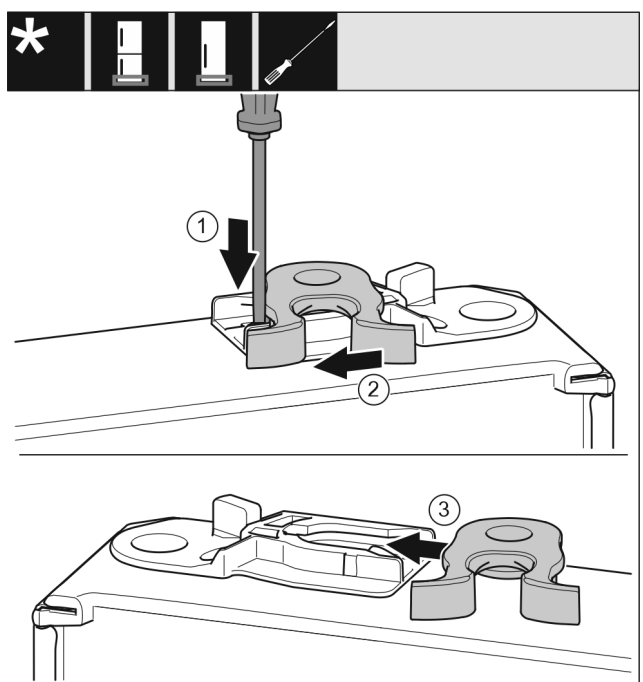

Fig. 17
- Plochým skrutkovačom zatlačte strmeň nadol. Fig. 17 (1)
- Zatvárací hák vyťahnite z vedenia. Fig. 17 (2)
- Zatvárací hák zasuňte na druhej strane do vedenia. Fig. 17 (3)